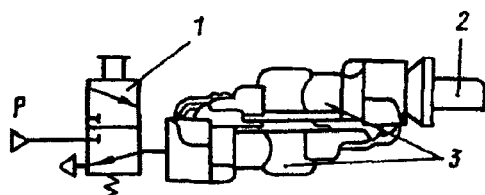

Рис. 328. Схема подключения соединительной
10. Проведите испытание на работоспособность и герметичность, подключив приборы 3 (рис. 328) по изображенной схеме. Несколько раз включите и выключите кран 1. Утечка воздуха не допускается	Стенд